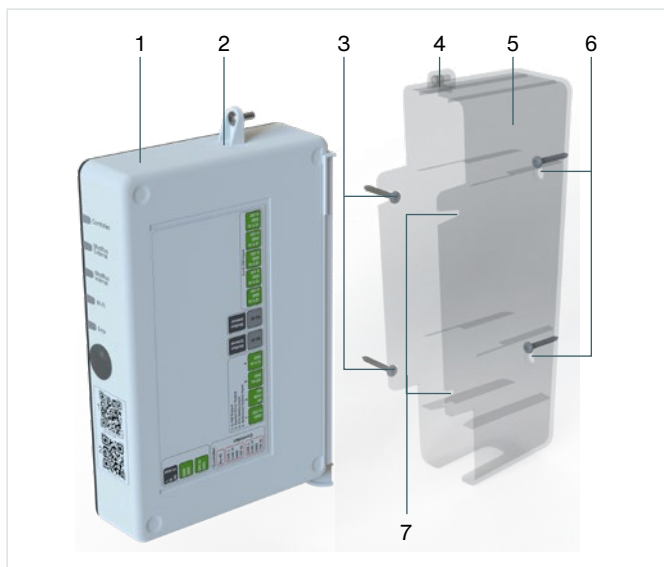

Abb. 5.7 - Montage CM
1. Befestigen Sie den CM-holder (Abb. 5.7, Pos. 5) an der Wand (Abb. 5.7, Pos. 5, Pos. 6 oder Pos. 7) oder an der Decke (Abb. 5.7, Pos. 6) mit zwei Dübeln und Schrauben (Abb. 5.7, Pos. 4 of 6). Verwenden Sie für die Wand oder Decke geeignete Schrauben.
2. Bringen Sie die CM (Fig. 5.7, Pos. 1) im CM-holder (Abb. 5.7, Pos. 5) an.
3. Ziehen Sie die Schraube (Abb. 5.7, Pos. 2) im CM-holder (Abb. 5.7, Pos. 4) handfest an.
Für die Wandmontage verwenden Sie die Befestigungspunkte wie in Abb. 5.7 Pos. 3, 6 oder 7 abgebildet.
Verwenden Sie für die Deckenmontage nur die Befestigungspunkte, die in Abb. 5.7, Pos. 6 dargestellt sind.